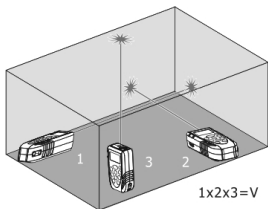

Fig. 8: Ejemplo de medida de Volumen
4. Pulse la tecla  o la tecla lateral **MEAS** para realizar la primera medida (longitud) de la superficie (vea la Fig. 8). El valor correspondiente se inserta en la primera pantalla parcial. El símbolo  se muestra con el lado "1" parpadeante
5. Pulse nuevamente la tecla  o la tecla lateral **MEAS** para realizar la segunda medida (anchura) de la superficie (vea la Fig. 8). El valor correspondiente se inserta en la segunda pantalla parcial. El valor del área correspondiente se muestra en la pantalla resultante. El símbolo  se muestra con el lado "2" parpadeante
6. Pulse otra vez la tecla  o la tecla lateral **MEAS** para realizar la tercera medida (altura) (vea la Fig. 8). El valor total del volumen è se muestra en la pantalla resultante del visualizador principal